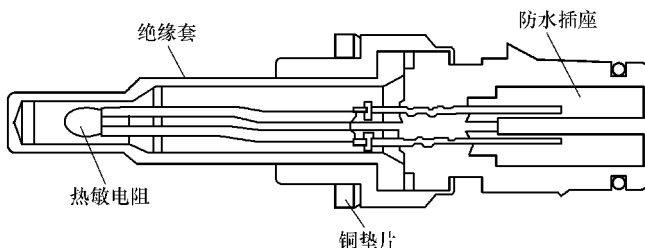

图 5-42 进气温度传感器的结构
(1) 结构 进气温度传感器主要由热敏电阻、绝缘套、防水插座等组成,如图 5-42 所示。